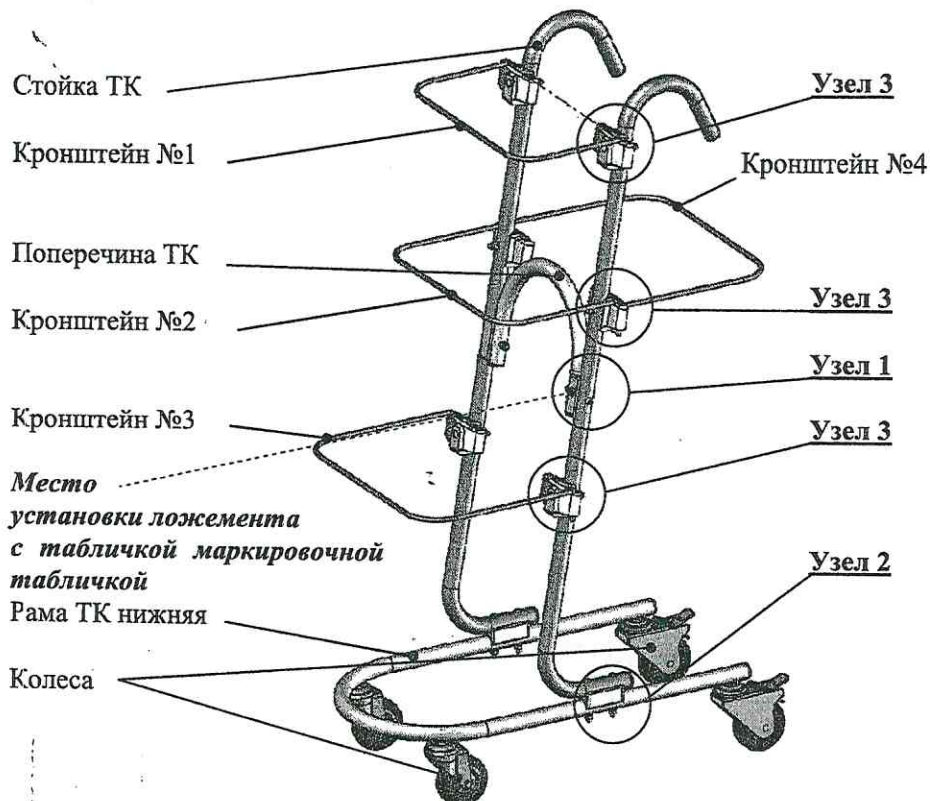

Рис.1
5.3. На один из ложементов из комплекта крепежного №1 наклеить маркировочную табличку (наименование изделия, зав.№, год выпуска), предварительно сняв защитный слой с клеящейся поверхности. Место установки ложемента с табличкой указано на рис.1.
5.7. Установить кронштейны контейнеров в держатели ТК в соответствии с рис.1: